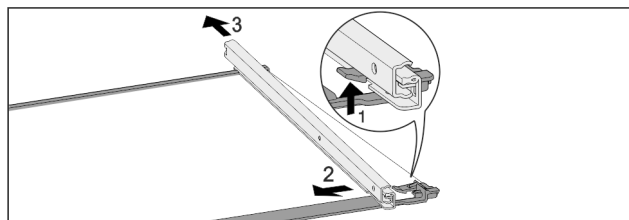

Fig. 52 Skleněná deska s kolejničkami
- ▶ Přední aretační háček zatlačte nahoru. Fig. 52 (1)
- ▶ Výsuvnou kolejničku vysuňte stranou Fig. 52 (2) a dozadu Fig. 52 (3).